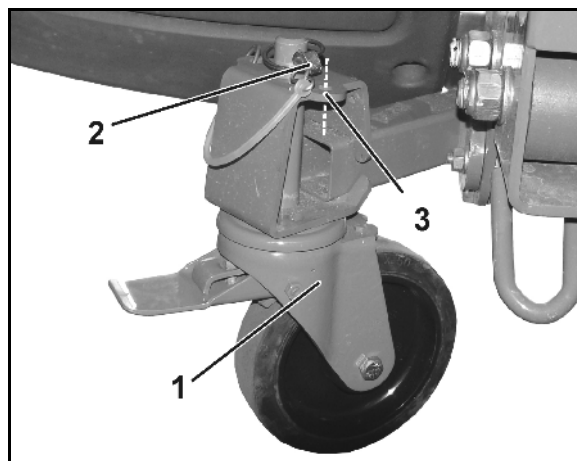

Fig. 26
De to styrerullene er utstyrt med et festesystem for å hindre at gjødselsprederen ruller (Fig. 26/1).
5. Styrbare bremseruller foran (Fig. 26/1)
- o Monter, og sikre med splint (Fig. 26/2), eller
Når transportrullene ikke er i bruk, skal splintene festes i parkeringsstilling (Fig. 26/3).